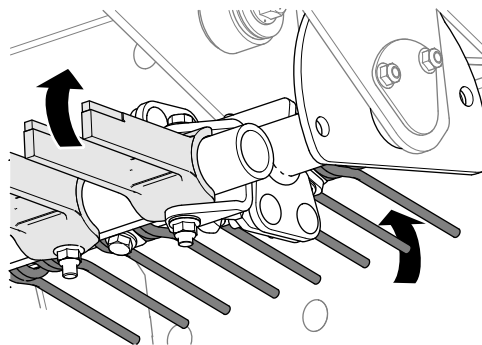

Figura 15
5. Gire el brazo del apero combinado para seleccionar un juego de púas (**Figura 15**).